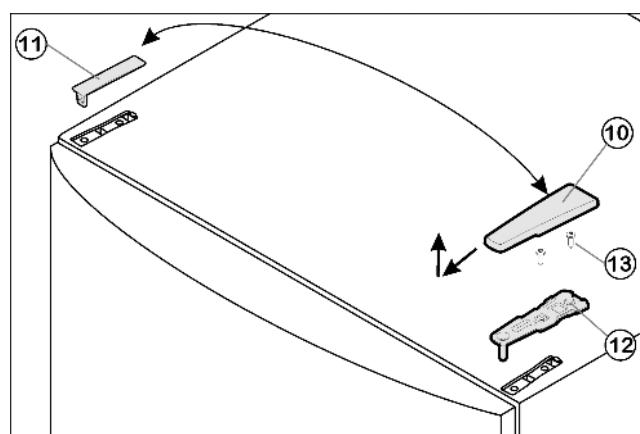

Fig. 4
- ▶ Потяните крышку Fig. 4 (10) вперед и вверх.
- ▶ Снимите крышку Fig. 4 (11).
- ▶ Открутите верхний опорный кронштейн Fig. 4 (12) (2 шт. Torx® 25) Fig. 4 (13) и вытяните вверх.
- ▶ Установите верхний опорный кронштейн Fig. 4 (12) на новой стороне шарнира и защелкните в дверце.
- ▶ Прикрутите верхний опорный кронштейн Fig. 4 (12) (**с моментом 4 Нм**) (2 шт. Torx® 25) Fig. 4 (13). При необходимости проделайте отверстия или используйте аккумуляторную отвертку.
- ▶ Защелкните крышку Fig. 4 (10) и крышку Fig. 4 (11) на противоположной стороне.